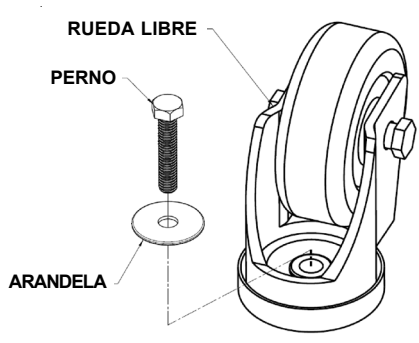

Fig. 4
- Luego inserte el perno de la rueda a través del agujero del espaciador de metal y luego a través del agujero trasero del riel de las ruedas (vea la Fig. 4).